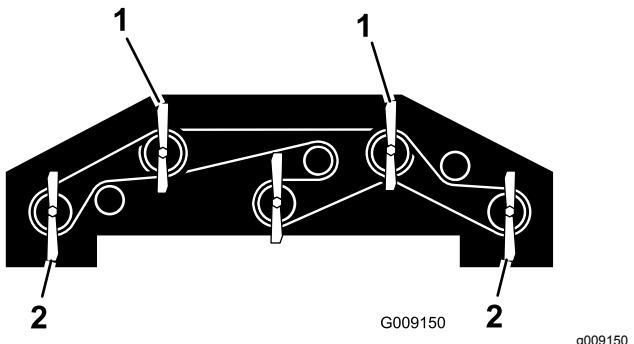

Figura 126
- Ruotate ogni lama in modo che sia orientata direttamente in avanti (Figura 126).